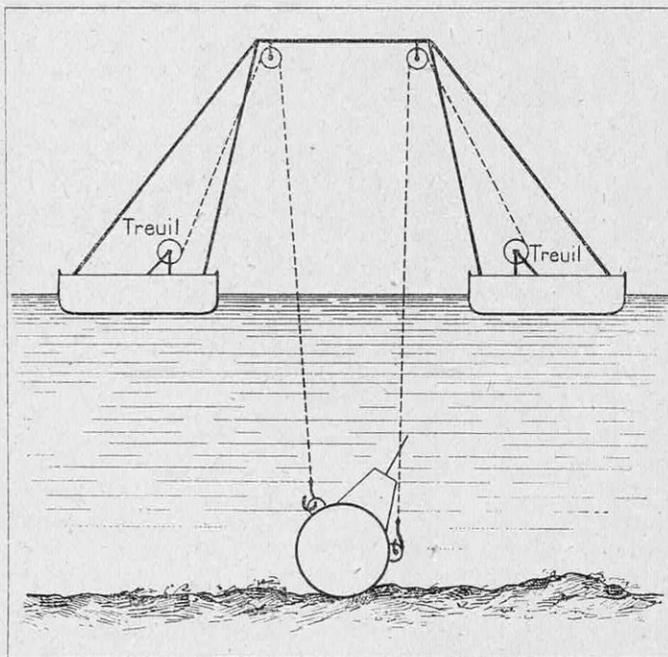

FIG. 15. — COUPE SCHÉMATIQUE D'UN DOCK EMPLOYÉ POUR LE RELEVAGE DES SOUS-MARINS
*Les docks de relevage.* — On a construit, avant la guerre, de puissants docks de relevage composés de deux grès chalands écartés d'une quinzaine de mètres et réunis par un très fort pont métallique, d'où pendent des chaînes mues par de puissants treuils. Des scaphandriers peuvent accrocher ces chaînes à des boucles rivées sur la coque du sous-marin (fig. 15.)